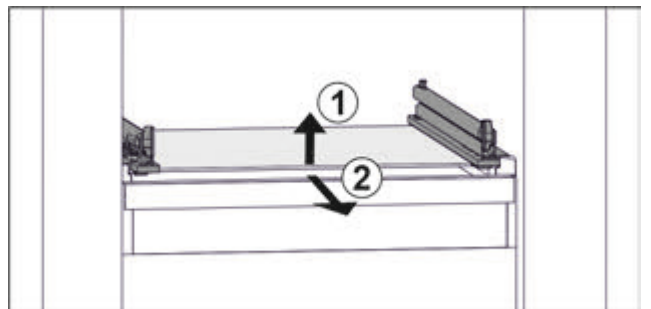

Fig. 76 Приблизне відображення скляної пластини
- ▶ Підняти скляну пластину спереду. Fig. 76 (1)
- ▶ Вийняти скляну пластину рухом вперед. Fig. 76 (2)